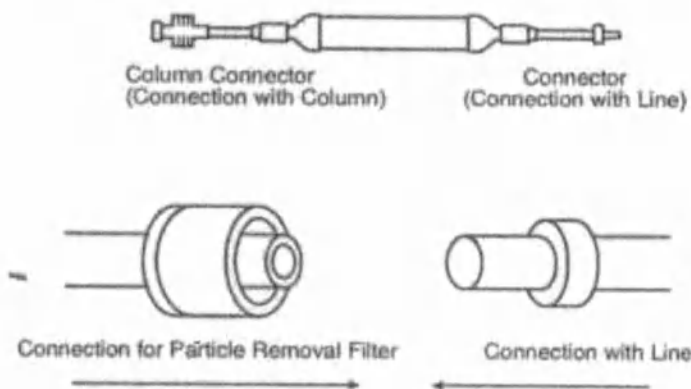

Рис.3
- 3) Присоедините кровопроводящие магистрали к фильтру для микрочастиц как показано на рис.3. Колонка сорбционная для плазмафереза должна быть присоединена на этапе (5).